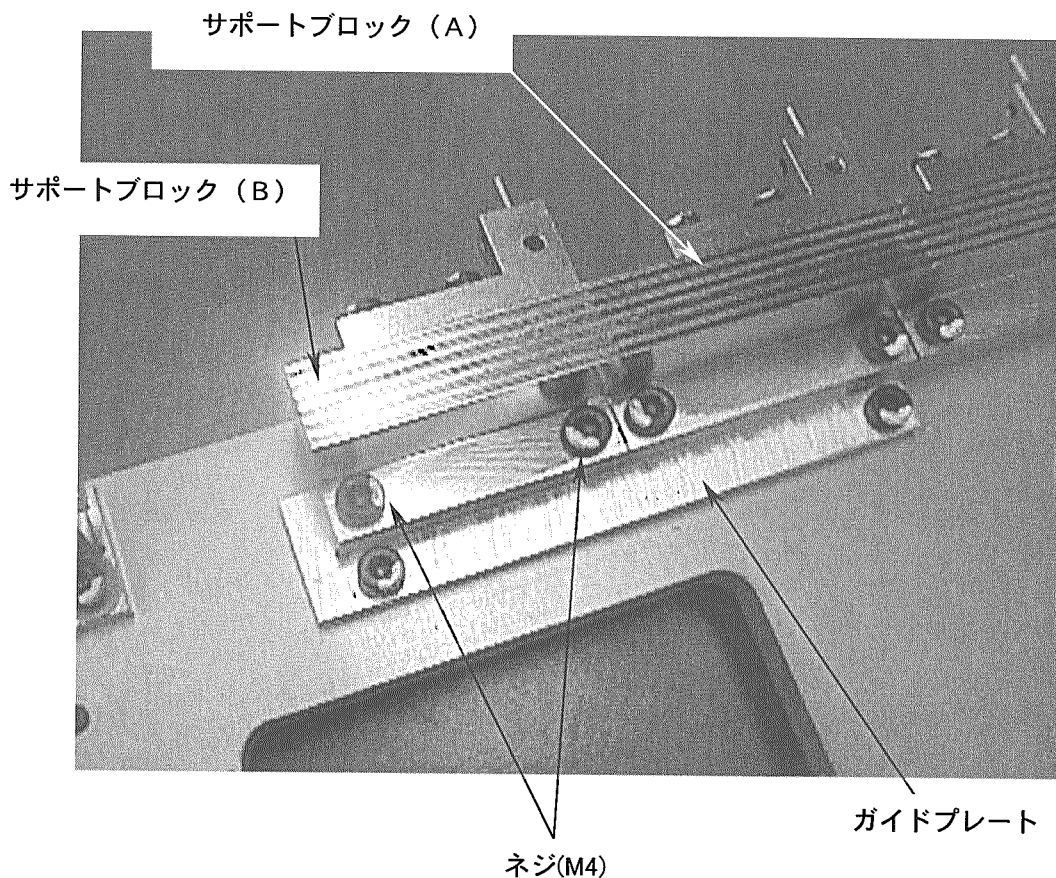

Fig.5
- サポートブロックの取り外し(Fig.5を参照)
- サポートブロックの取付け(Fig.5を参照)